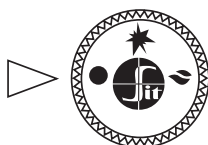

Рис. 9.
- 7.2. В исходном (выключенном) положении ручк управления н ходится в положении «точк » (рис. 9). Пилотн я и основные горелки пог шены (под ч г з к ним з блокиров н).
- 7.5. **Выключение пп р т** производится путем поворот ручки в положение «точк » (рис. 9). При этом пилотн я и основные горелки (если горят) пог шнут.